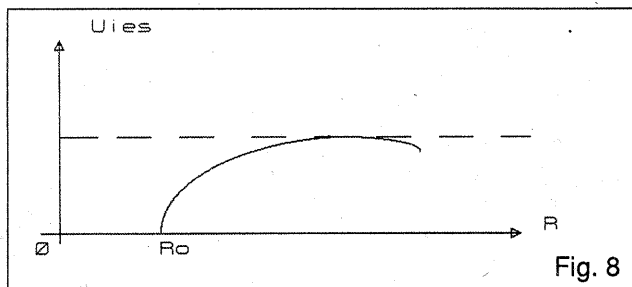

Fig. 8
Amplitudinea oscilației crește până când A scade, datorită intrării în neliniaritate a intrării (12). În fig. 8 se arată calitativ cum variază  $U_{ies}$  cu modificarea rezistenței R. Dacă  $R < R_0$ , oscilațiile nu apar, dacă  $R > R_0$ , U crește cu R, și se plafonează la o valoare maximă.